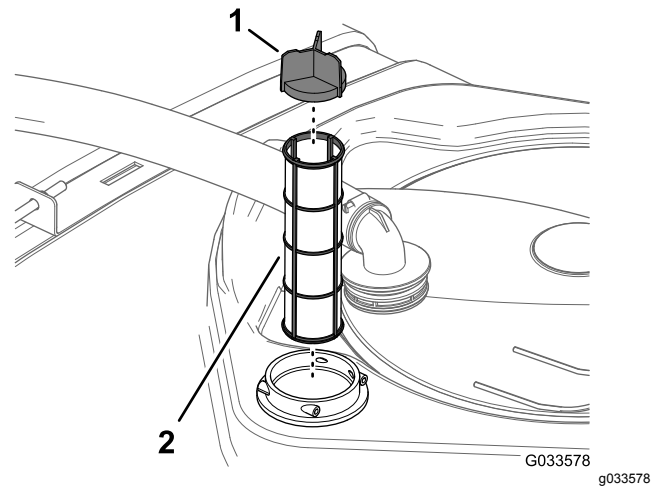

Bild 100
4. Entfernen Sie den alten Saugfilter aus dem Filtergehäuse im Behälter (Bild 100).